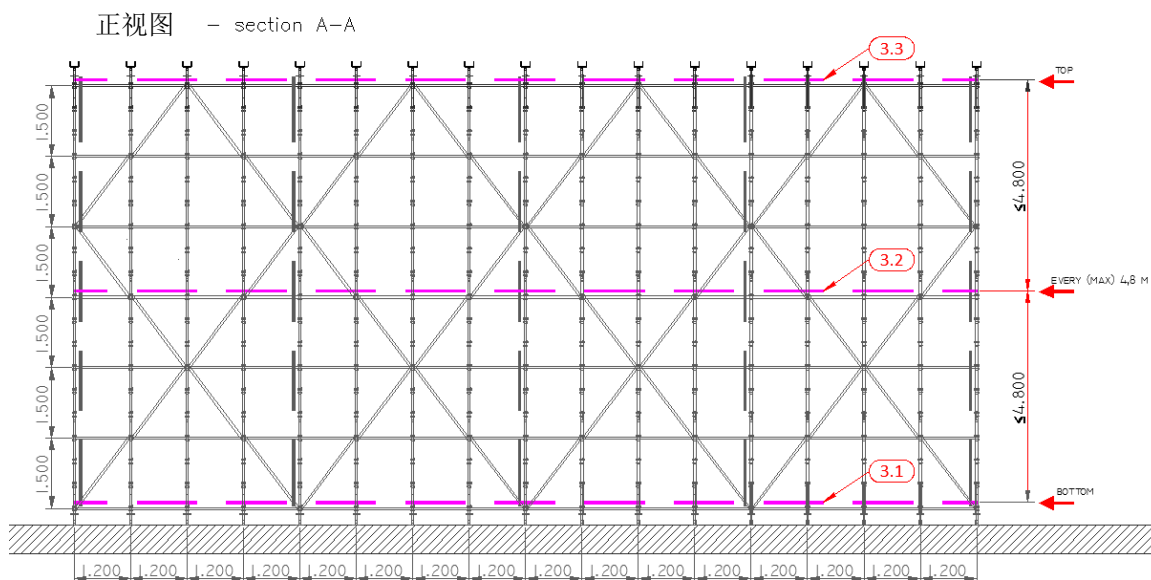

图8.8.9 水平斜杆布置图。A-A 断面图
- 底部和顶部必须搭设水平斜杆，中间每 4.8m（不大于 4.8m）布置一道；如图 8.8.9